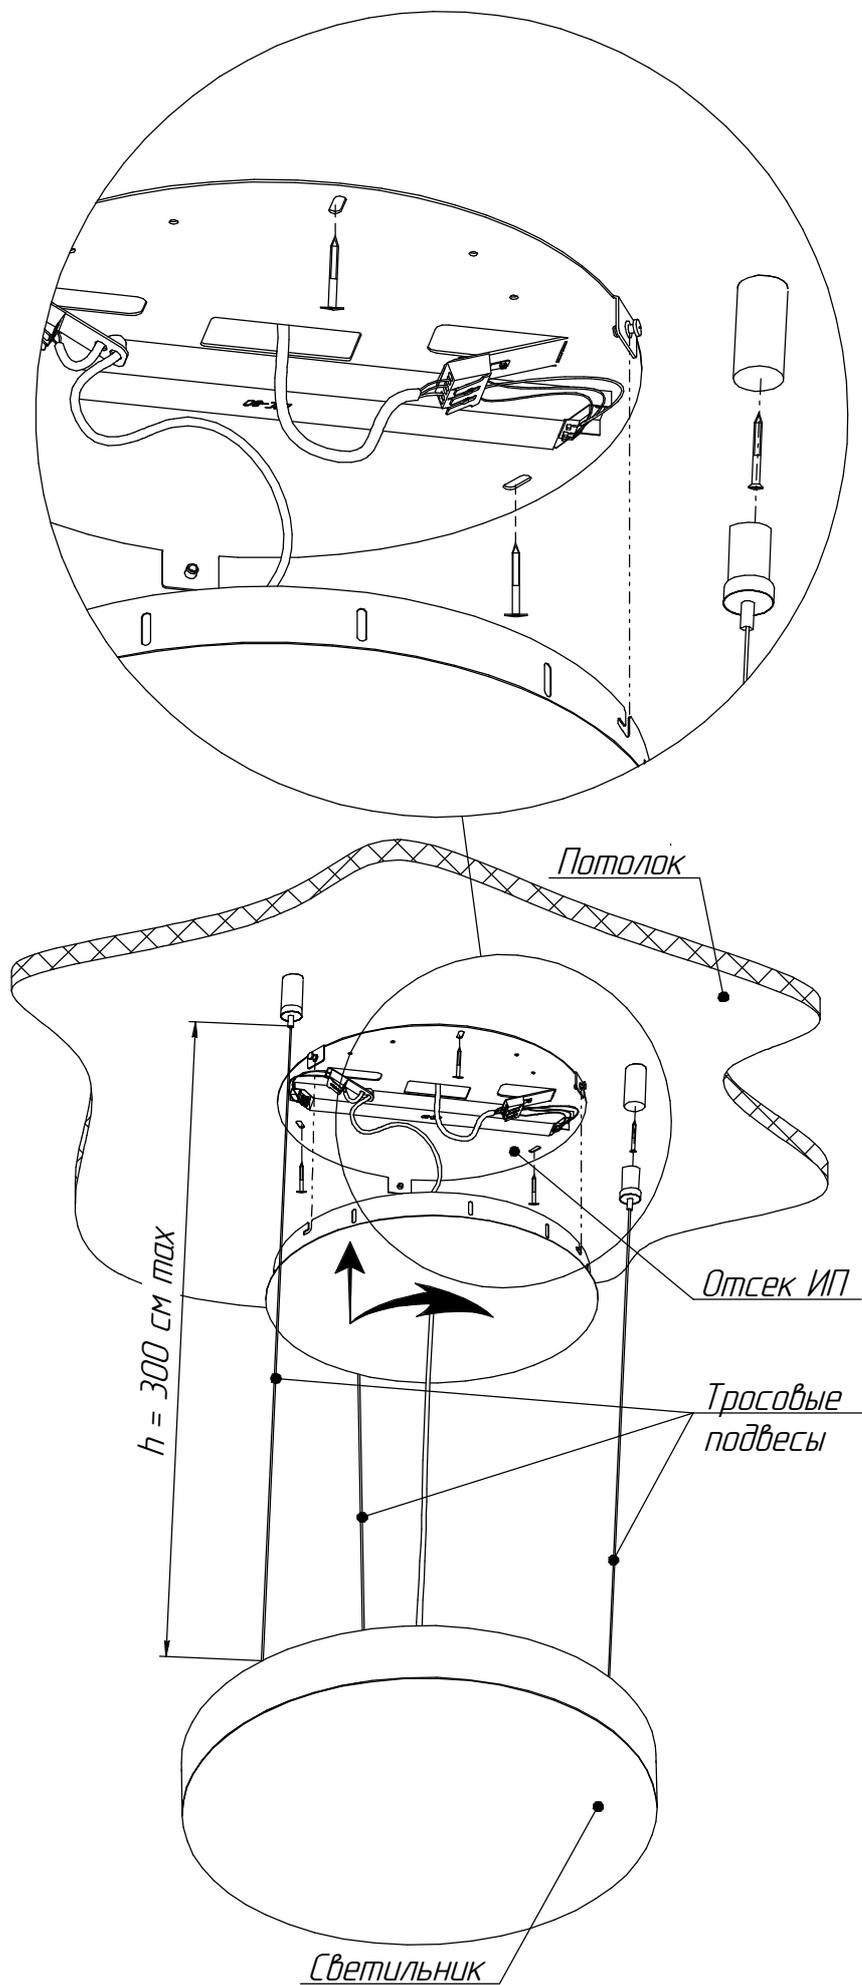

Рисунок 3 - Схема установка светильника.
5.5 Закрепите отсек источника питания в размеченные места рис. 3 .
5.6 Закрепите тросовые подвесы в размеченные места рис. 3.